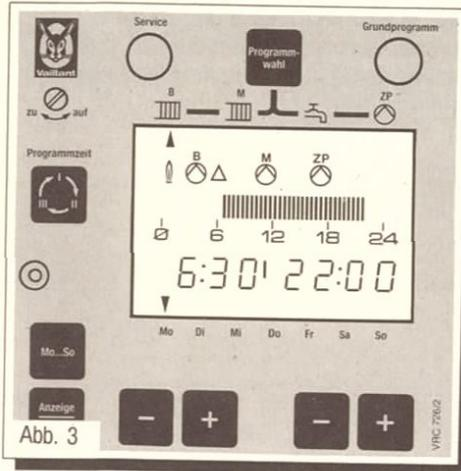

Abb. 3
- Drücken der Taste  Programmwahl (7), bis die Pfeilmarkierung unter dem Symbol des jeweiligen Programmes steht, zu dem die Anzeige eines (oder mehrerer) Zeitfenster gewünscht wird.
- Drücken der Taste  Programmzeit (4), es wird das gewünschte Zeitfenster angezeigt. Das Symbol für das erste Zeitfenster ist ein senkrechter Balken, für das zweite zwei, für das dritte drei senkrechte Balken, zwischen der angezeigten Ein- und Ausschaltzeit.
- Drücken der Taste  Mo...So (3), um den Wochentag zu wählen, für den die Anzeige des Zeitfensters gewünscht wird.
- Drücken der Taste  Anzeige/Uhr (2), damit das Regelgerät zur Normalanzeige zurückgeschaltet wird.
Das Beispiel in Abb. 3 zeigt die Ein- und Ausschaltzeit für das Programm Heizkreis Brenner (B), Wochentag Mo (Montag) und Zeitfenster I